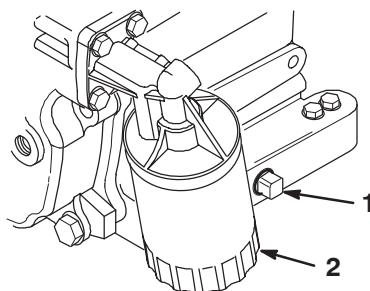

Bild 27
5. Entfernen Sie die Ablassschraube (Bild 27) und lassen das Öl in ein Auffanggefäß ab. Schrauben Sie die Ablassschraube wieder ein, nachdem das Öl abgelaufen ist.
2. Entsorgen Sie den alten Ölfilter (Bild 27). Ölen Sie die neue Dichtung am Ölfilter leicht mit frischem Öl ein.